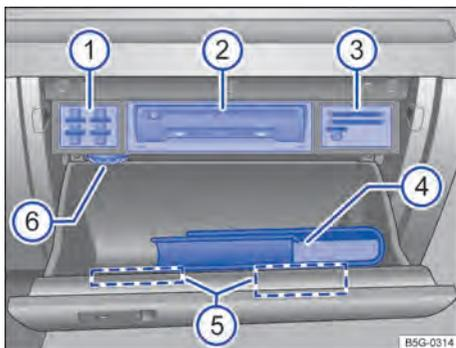

Fig. 116 Porta-luvas aberto.
Legenda para Fig. 116:
Na parte superior da tampa do porta-objetos podem existir suportes para cartões de memória, para cartões de crédito e para moedas e um alojamento para porta-óculos ⇒ Fig. 116 ①, ③ e ⑤.